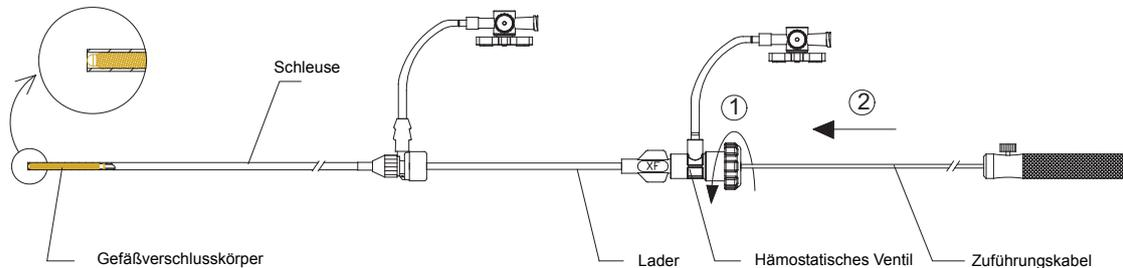
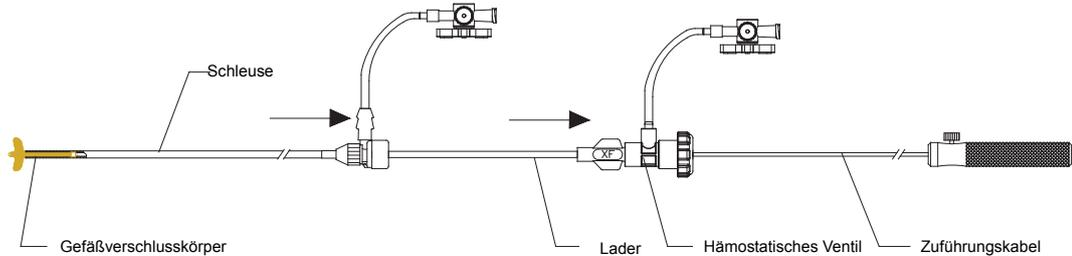
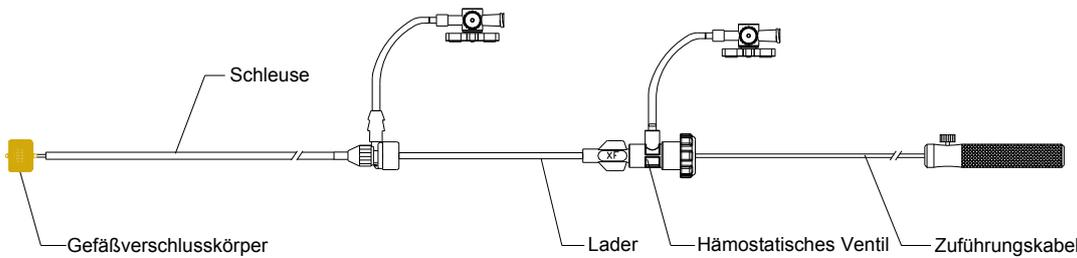

Abbildung 13 Lösen des hämostatischen Ventils gemäß ①;
Abbildung 14 Zuführungskabel festhalten und Schleuse zurückziehen
Abbildung 15 Der Verschlusskörper ist vollständig außerhalb der Schleuse
- Lösen Sie das hämostatische Ventil und schieben Sie anschließend das Zuführungskabel vor, um den Verschlusskörper soweit zu verschieben, bis er das distale Ende der Schleuse erreicht hat (gemäß **Abbildung 13**). Halten Sie anschließend das Zuführungskabel fest und ziehen Sie die Schleuse zurück, bis der Verschlusskörper die Schleuse vollständig verlassen hat (gemäß **Abbildung 14** und **Abbildung 15**).